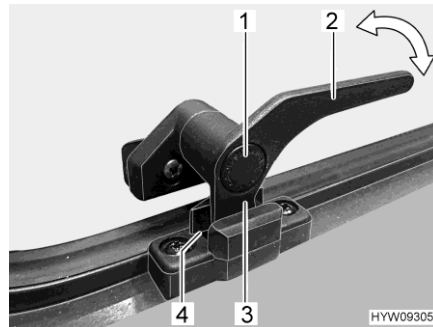

Bild 43 Låsarm (läget "kontinuerlig vädning")
- I läget "kontinuerlig vädning" (Bild 43)
- Tryck på låsknappen (Bild 43,1) och håll den nedtryckt.
- Sväng låsarmen (Bild 43,3) ett kvarts varv mot fönstrets mitt.
- Vrid tillbaka låsarmen. Därvid måste låsarmens låsspak (Bild 43,3) föras in i spåret på fönsterlåset (Bild 43,4).
- Släpp låsknappen (Bild 43,1).